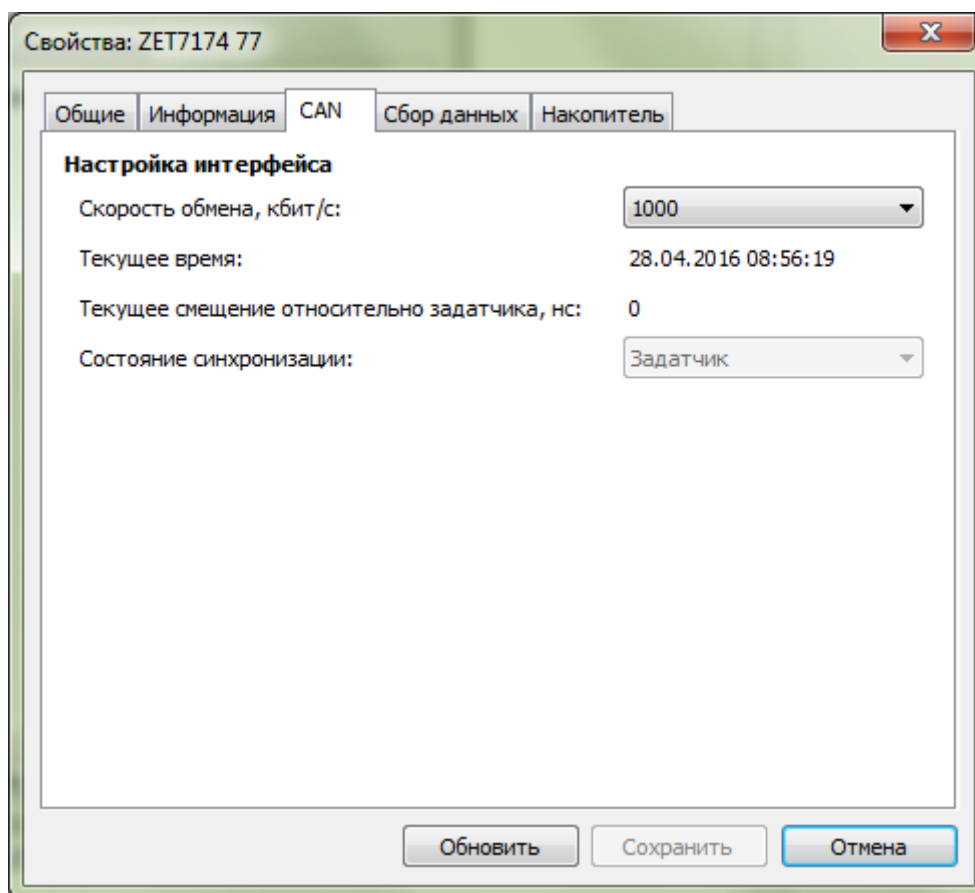

Рис. 2.3 Вкладка «CAN»
- во вкладке «CAN» в поле «Скорость обмена, кбит/с» следует выбрать значение скорости обмена в соответствии с установленными требованиями (Рис. 2.3).